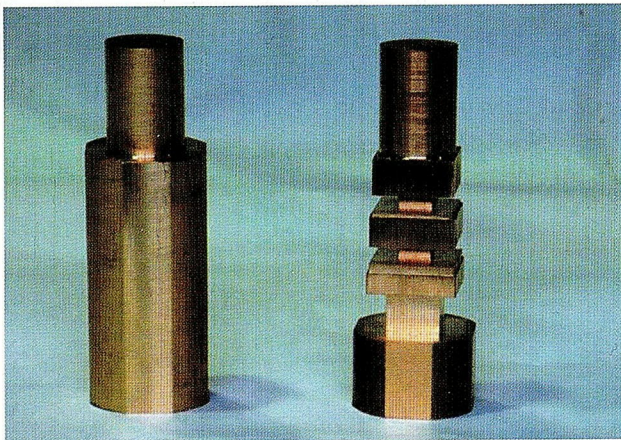

図3 加工途中状態
- 3 旋盤で $\phi 20 \times 25$ に加工、反対側をフライス盤で深さ1.5mm、 $\square 27$ に加工する。図3
- 4 フライス盤で $\square 19$ 、 $\square 20$ 、 $\square 21$ に加工する。図3の右側
- 5 $\phi 6$ のエンドミルで3か所を4面溝加工 図3の右側